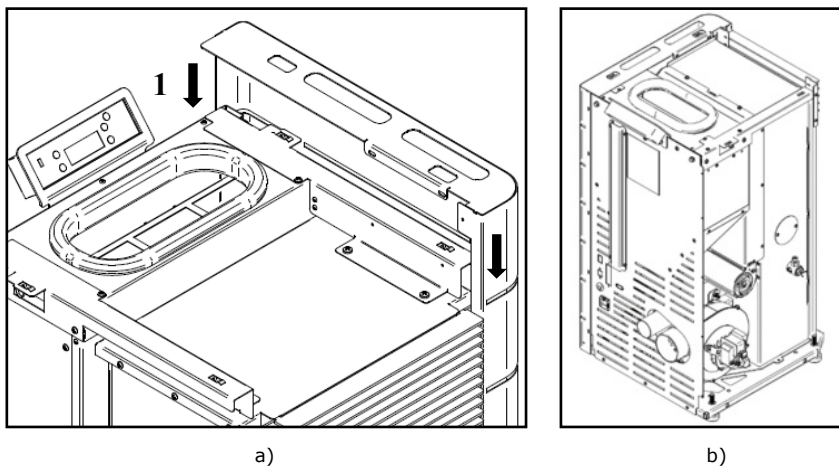

Figura 23 - Fixação laterais das envoltentes
(1) fica sobreposta a estrutura e em simultâneo na parte posterior do equipamento, a envolvente deve ficar por fora deste como demonstra a Figura 23-b.